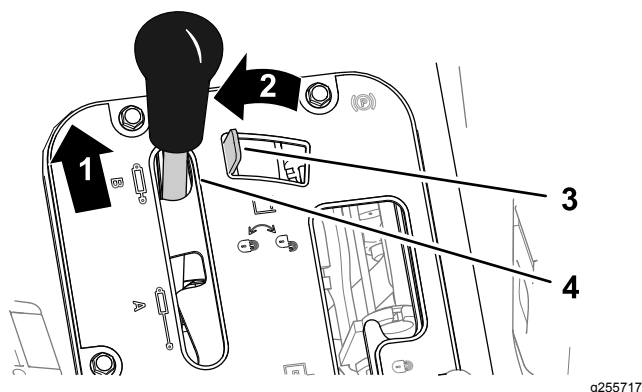
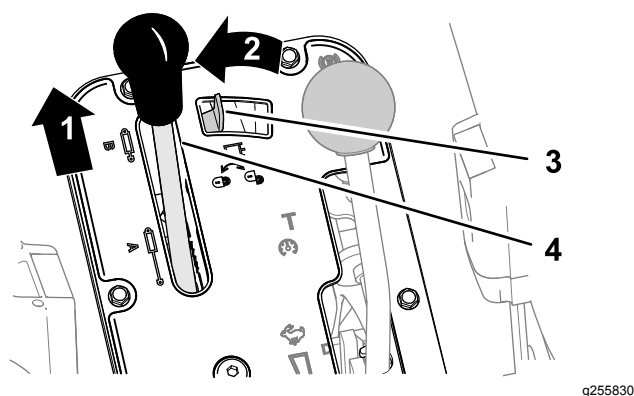

Figura 80
Figura 81
1. Empurre a alavanca de elevação hidráulica para a frente (Figura 80 ou Figura 81).
- Mova o bloqueio da elevação hidráulica para a esquerda para engatar o bloqueio (Figura 80 ou Figura 81).